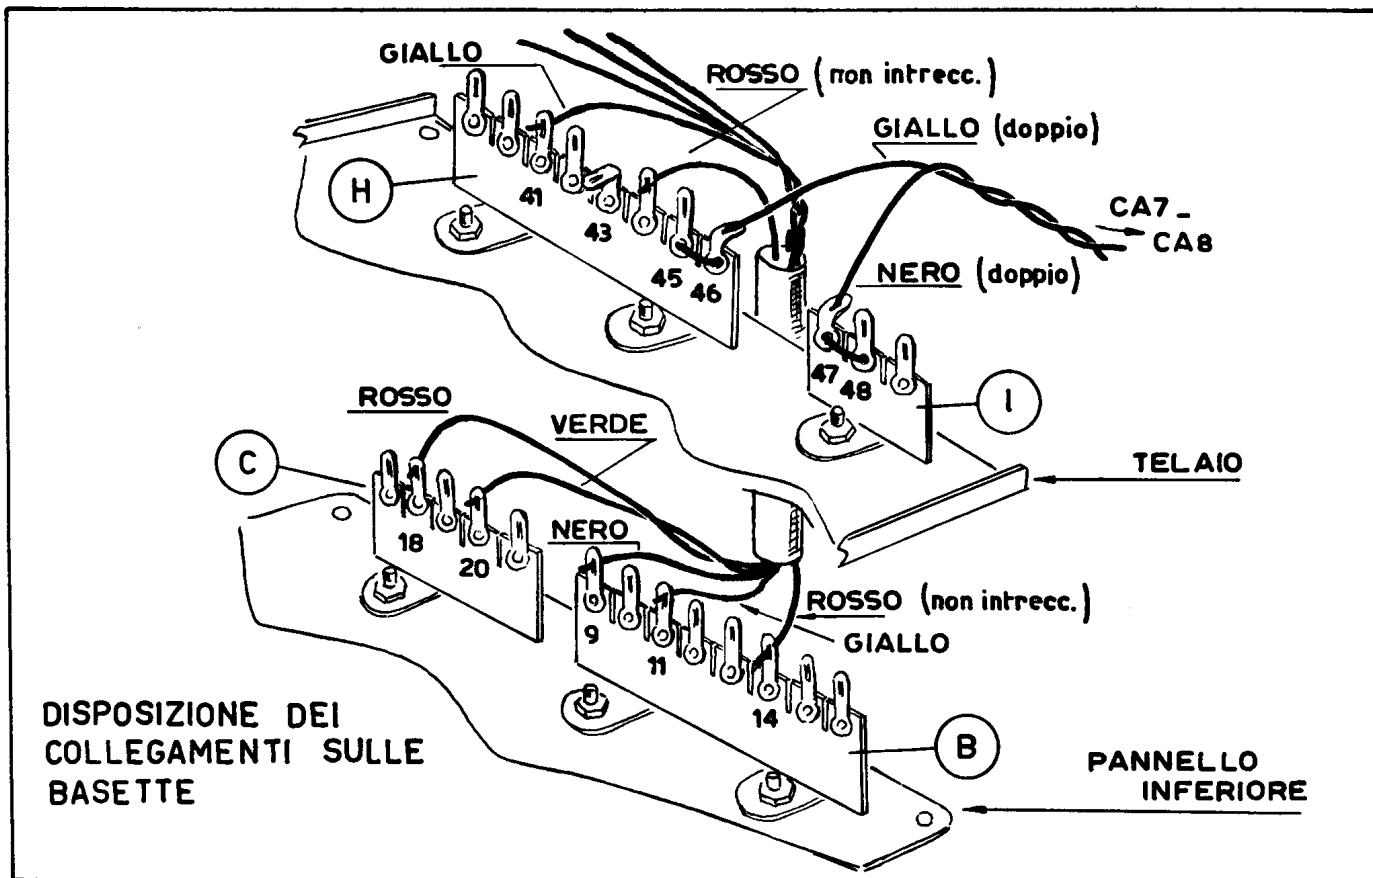

Fig. 4
e) - SALDI I FILI DEL CAVETTO PREPARATO ALLE LINGUETTE DEI CAPICORDA DELLE BASETTE B E C (fig. 4).
f) - SALDI IL FILO ROSSO, NON IN TRECCIOLA, CON LA LINGUETTA DEL CAPOCORDA CA44 ED IL FILO GIALLO CON LA LINGUETTA DEL CA41 (fig. 4).